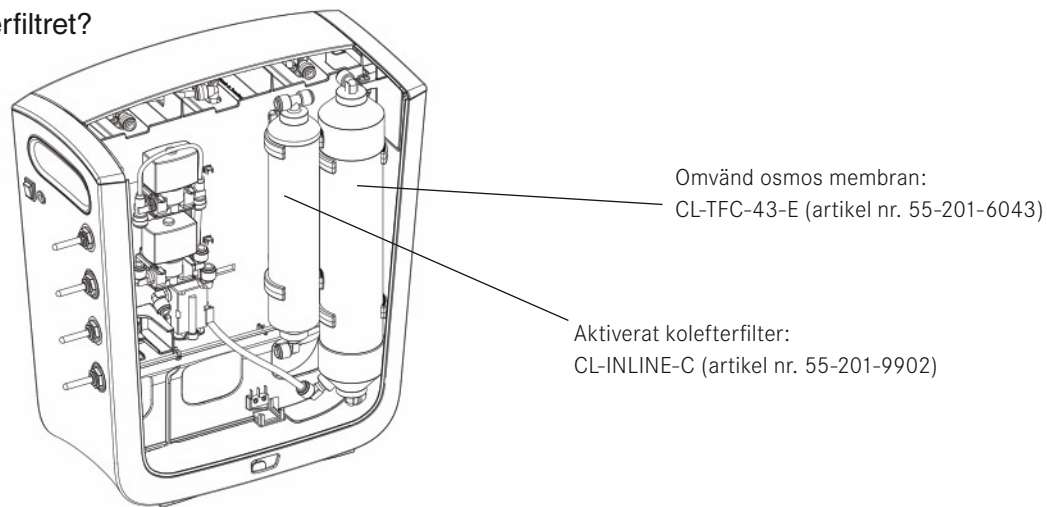

Fig. 25 Identifiering och lokalisering av omvänd osmos membran och efterfilter
5. Lossa slangen från snabbkopplingarna på in- och utloppet till efterfiltret (se fig. 25 för korrekt identifikation av efterfiltret)
5. Lossa de tre slangar som är anslutna till omvänd osmos membranet (se fig. 25 för att se var membranet är placerat inuti vattenrenaren)